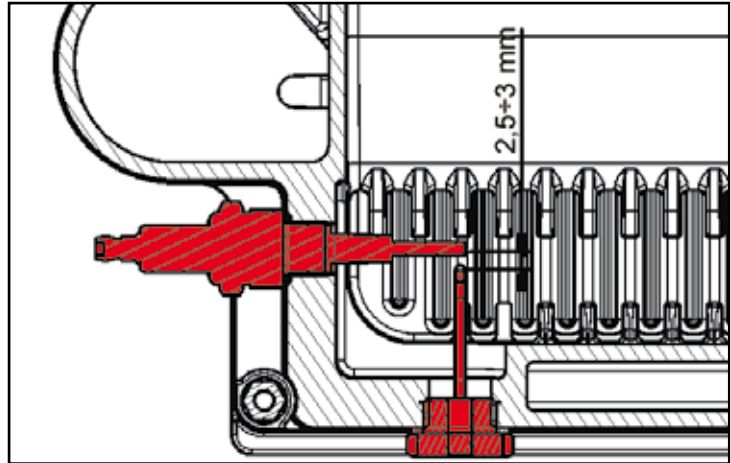

Figura 29
- 2) Dopo averla rimontata, porre particolare attenzione a che il filo interno sia in posizione verticale e verificare la corretta distanza tra elettrodo e spia fiamma (figura 29).
Nel caso di sostituzione e controllo degli elettrodi di accensione e rilevazione è necessario verificare il loro corretto posizionamento e la loro distanza, come rappresentato in figura 29.